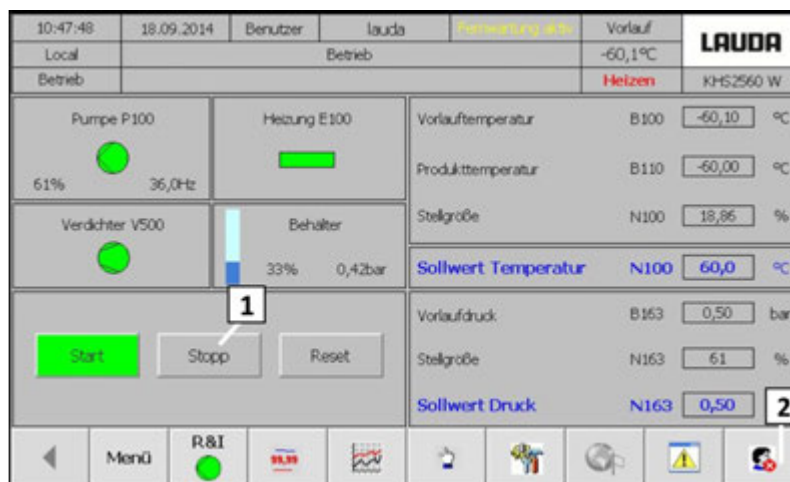

Рис. 38: Выключение
1. Нажать кнопку [Стоп] на системе визуализации (сенсорный экран) (Рис. 38 [1]).
2. Выполнить выход для пользователя (Рис. 38 [2]).